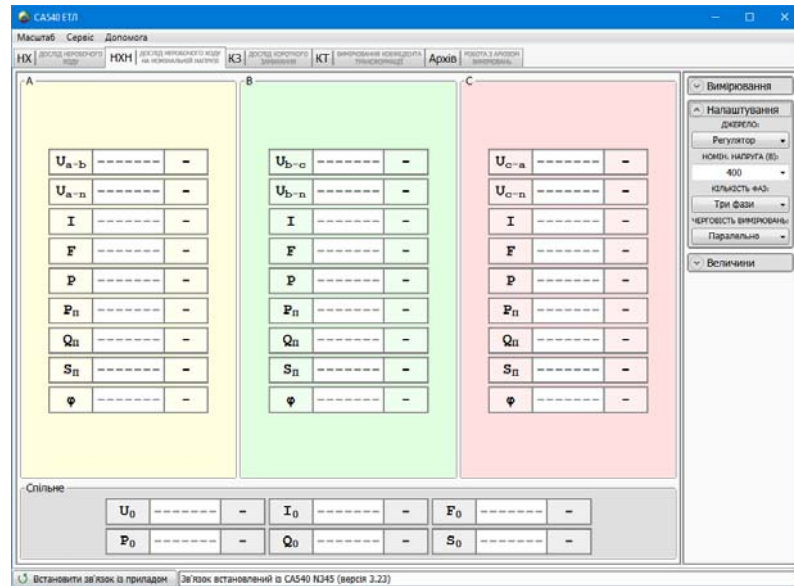

Рисунок 7.18
8) Встановити значення міжфазної напруги, при якому дослід НХН проводився на заводі-виробнику, або значення, яке було отримане при проведенні попереднього дослід НХН, для чого в підрозділі "НОМІН. НАПРУГА (В):" в полі "Налаштування" (рисунок 7.18) вибрати необхідне значення з випадаючого списку (400 або 230 В) або ввести інше значення в поле введення.
9) Встановити кількість фаз трансформатора, для чого клацнути по кнопці в підрозділі "кількість фаз" в полі "Налаштування" (рисунок 7.18) і з випадаючого списку вибрати "Одна фаза" або "Три фази".
11) Згорнути поле "Налаштування", для чого клацнути по кнопці (рисунок 7.18).
12) Розгорнути поле "Величини", для чого клацнути по кнопці (рисунок 7.18).
16) Розгорнути поле "Вимірювання", клацнувши по кнопці (рисунок 7.18).